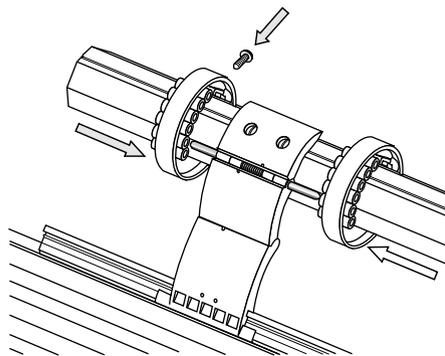

Рисунок 14. Монтаж полотна роллеты на вал.
- Перед монтажом полотна убедиться в том, что концевые выключатели электропривода или ограничители хода редуктора отрегулированы для крайнего нижнего положения. Произвести монтаж полотна на вал роллеты, установив ось ригеля в ближайшие отверстия ригельных колец, свести кольца к секциям ригеля до упора. Положение колец зафиксировать самонарезающими винтами (рис.14). Рекомендуется использовать винты с полукруглой головкой с диаметром нарезки 3,9 мм и длиной нарезной части 9,5 мм.